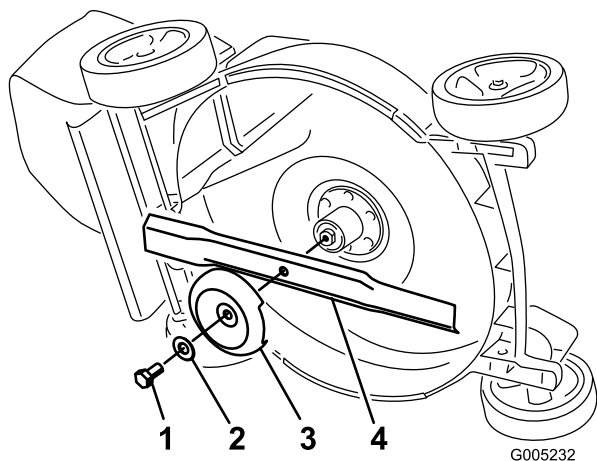

Figura 27
4. Inclinate il tosaerba sul lato **destro** (Figura 27).
Afferrate l'estremità della lama con un cencio o un guanto bene imbottito. Togliete il bullone della lama, la rondella, la coppa antistrappo e la lama (Figura 27).